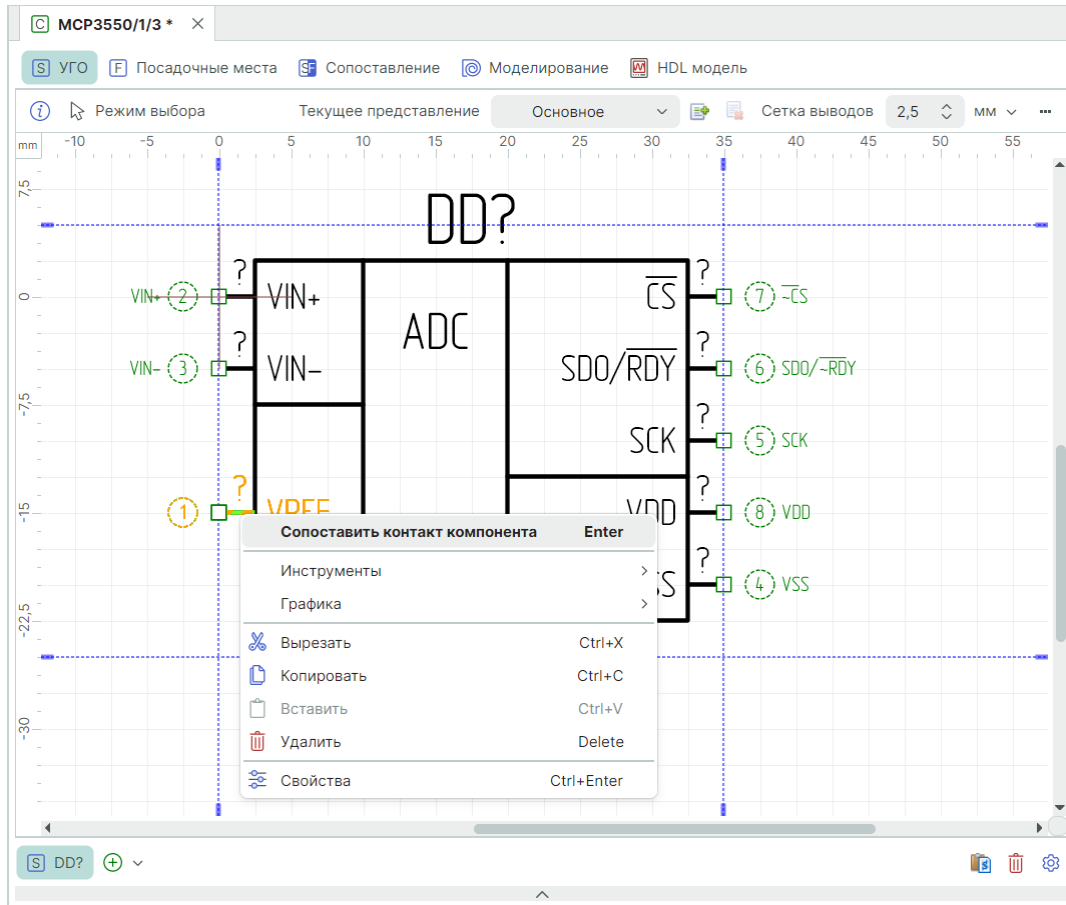

Рис. 283 Сопоставление вывода через контекстное меню
2. В контекстном меню выберите «Сопоставить контакт компонента», см. Рис. 283.